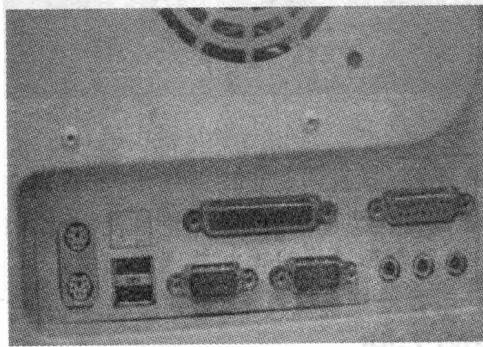

图 2-15
3. 将主板对准 I/O 接口放入机箱,注意主板上的定位孔要和前面拧好的螺丝帽对应,主板侧面的接口也要和刚才撬开的 I/O 接口孔对应,如图 2-15 所示。